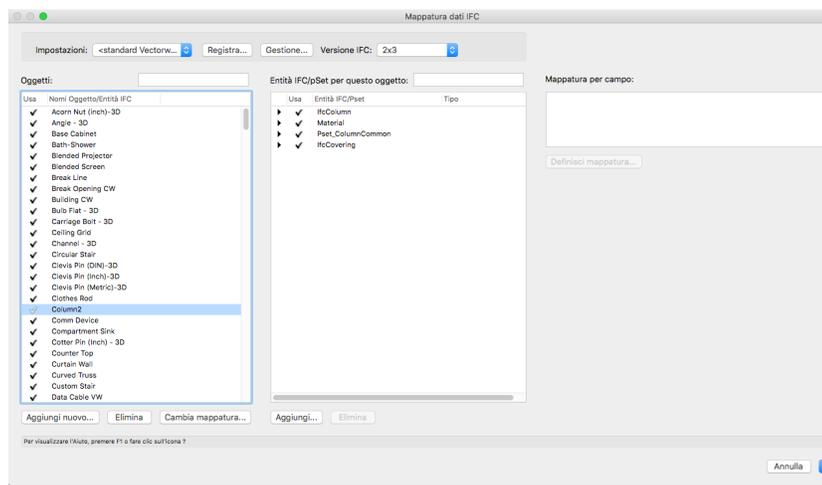

FIGURA 15
1. Fare clic sul bottone **Aggiungi nuovo** in fondo all'elenco **Oggetti** sul lato sinistro del dialogo (**FIGURA 15**).